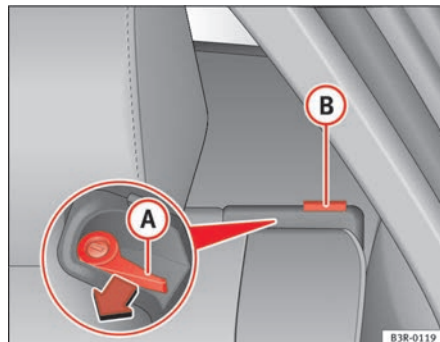

Abb. 118 Entriegelungshebel der Rückenlehne
- Drücken Sie den Entriegelungshebel (A) ⇒ Abb. 118 in Pfeilrichtung.